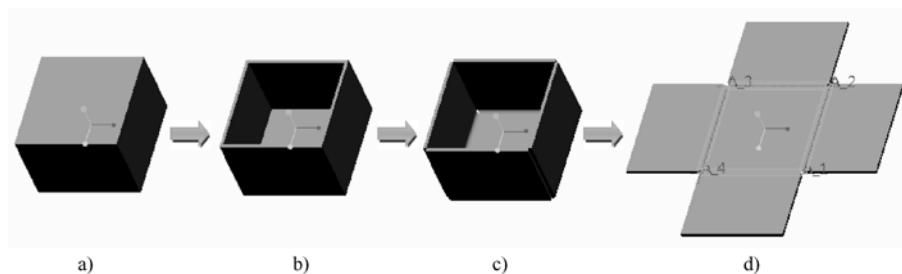

图 1-305 操作练习图解步骤
(1) 想一想: 在 Creo Parametric 钣金件设计模式下, 可以创建哪些特征? 其中什么特征可以作为钣金件的第一壁?
(2) 如何区分 Creo Parametric 钣金件的驱动曲面和偏移曲面?
(3) 简述由实体零件转换为钣金件的方法, 可以举例辅助说明。
(4) 壁止裂槽主要有哪几种类型? 为什么要在某些设计场合应用壁止裂槽?
(5) 钣金展平的命令包括哪些? 如何使用常规展平方法展平具有多个折弯特征的钣金件?
(6) 简述钣金凹槽和冲孔的 3 个加工操作阶段。
(7) 什么是边折弯? 创建边折弯的一般步骤是怎样的? 请举例说明。
(8) 操作练习：打开 bc_bj_1_ex8.prt，按照图 1-305 所示的图解步骤进行操作练习。